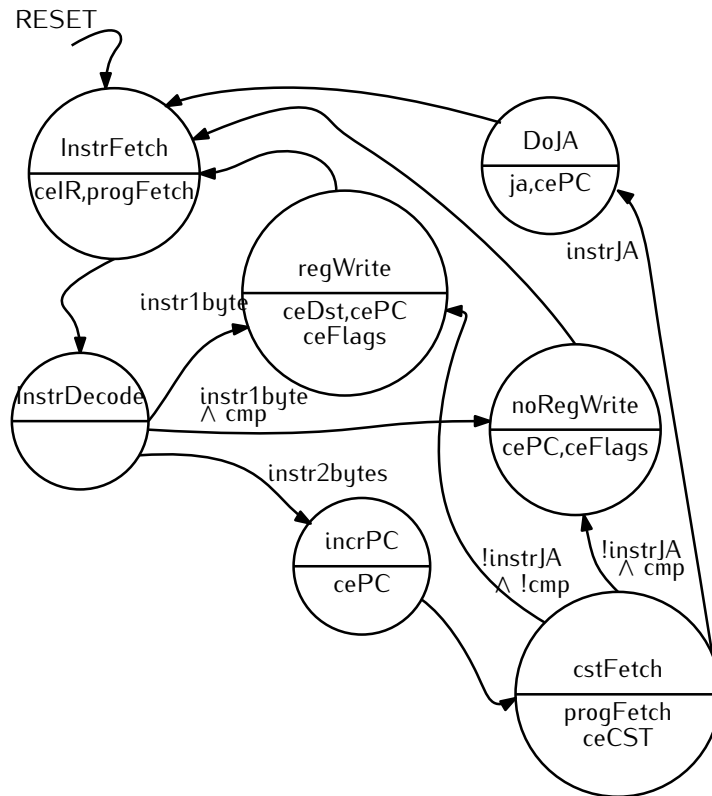

FIGURE 3 – Le cycle de Von Neumann avec **mise à jour des drapeaux** et **instruction de comparaison**
Pour rappel, l'opcode, le mnémotique et le comportement de cette instruction sont rappelés dans la table 5. En particulier, vous constaterez (ou vous rappellerez) que **le seul effet de cette instruction est de mettre à jour les drapeaux Z, C et N**. Du point de vue de l'automate, l'ajout de cette instruction nécessite l'ajout d'un seul état nommé "noRegWrite". Les modifications à apporter à l'automate de contrôle sont visibles sur la version de la figure 3.
- à bien regarder la figure 3 pour comprendre ce qui va déclencher le passage dans l'état `noRegWrite`